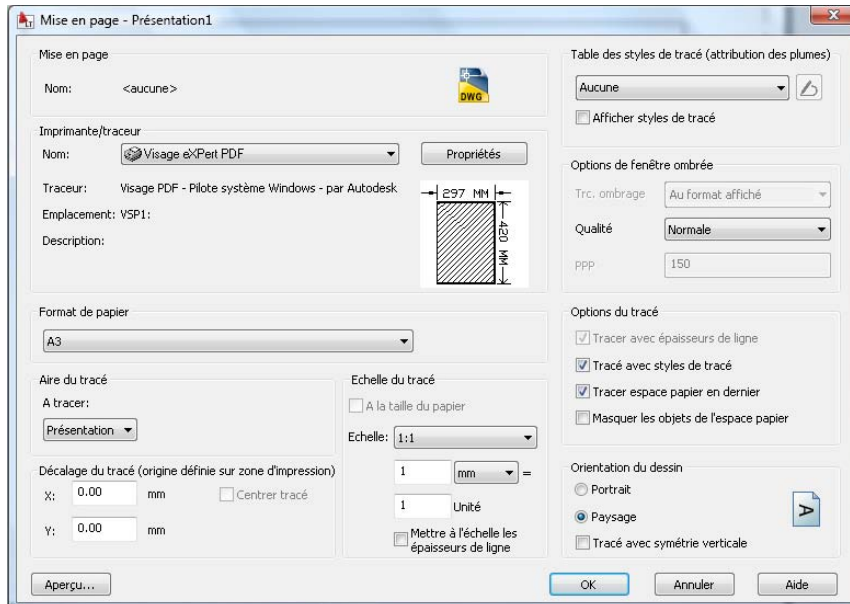

Figure 6.9
9. La boîte de dialogue Mise en page affiche les nouveaux paramètres configurés (voir Figure 6.9).